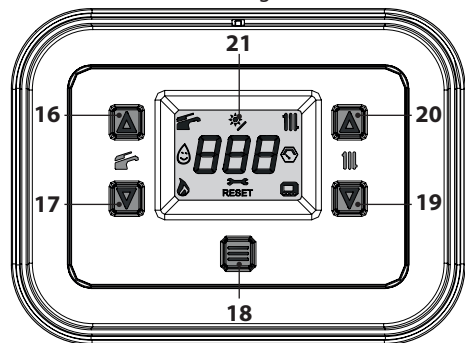
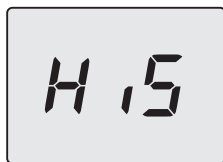

Figura 5.49
Figura 5.50
- Entrare in "modalità programmazione" premendo contemporaneamente per 5 secondi i tasti 17 e 19 (Figura 5.49) fino a far apparire sul display LCD le lettere **HIS** che indicano il menu "Storico delle caldaie" (Figura 5.50).
- Premere per 1 sec. il tasto 18 (Figura 5.49) per entrare nel parametro selezionato. Il display visualizzerà quanto segue (Figura 5.53).
- Premendo il tasto 18 (Figura 5.49) si ottiene la conferma del valore inserito. Il display visualizzerà per 5 sec. quanto segue (Figura 5.54) poi, si porterà al livello superiore.
- Premendo contemporaneamente i tasti 17 e 19 (Figura 5.49) si esce senza modificare il valore (ritorno al livello precedente).
- tenere premuti contemporaneamente i tasti 17 e 19 per 5 sec. (Figura 5.49) (ritorno al livello precedente).